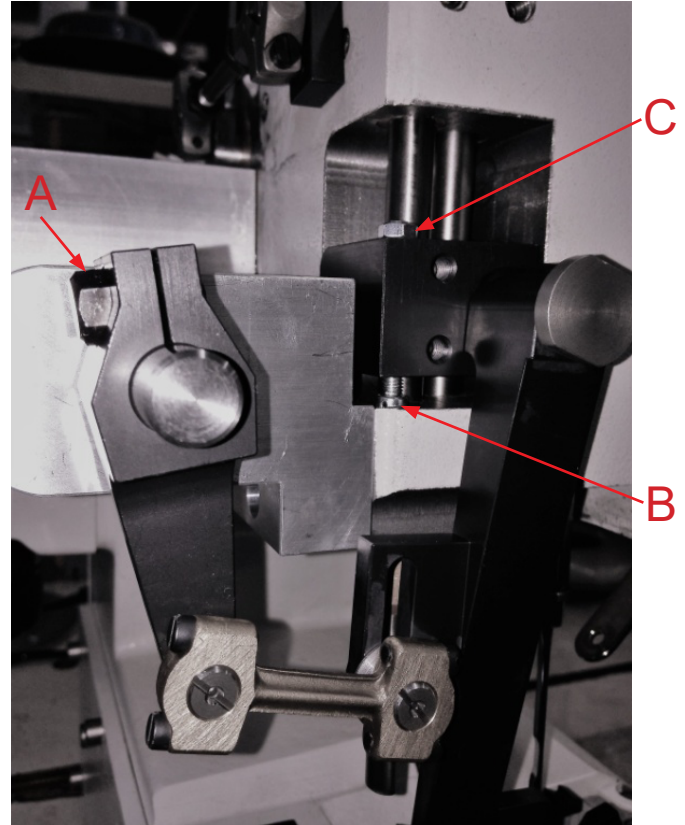

Fig. 2
Loosen screw (A, Fig. 2) and set the teeth of the upper feed intermittently to the middle of the tooth gaps of the lower feed.
Then adjust the height of the upper feed with the setting screw (B, Fig. 2) so low the teeth do not touch.
Lock nut (C, Fig. 2). Slightly tighten screw (A, Fig. 2).
Dazu Schraube (A, Fig. 2) lösen und die Zähne des Obertransporteurs über die Zahnlücken des Untertransporteurs stellen.
Dann die Höhe des Obertransporteurs mit der Stellschraube (B, Fig. 2) so tief stellen, dass sich die Zähne nicht berühren.
Mit Mutter (C, Fig. 2) kontern. Schraube (A, Fig. 2) leicht anziehen.
- Loosen screw (A, Fig. 2) and set the upper feed to center position of presser foot slots.
- Schraube (A, Fig. 2) lösen und Obertransport im Drückerfußfenster in Transportrichtung zentrieren.